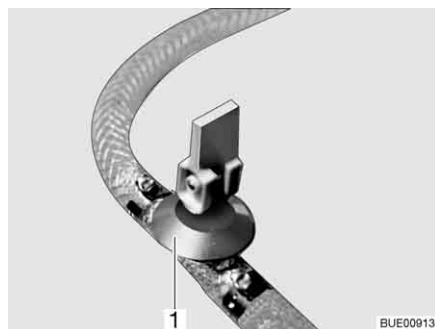
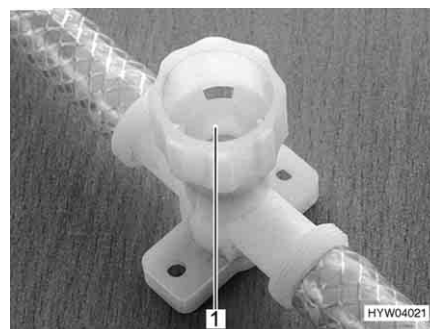

Bild 246 Ablasshahn (mit Kipphebel)
Bild 247 Ablasshahn (mit Drehkappe)
- Alle Ablasshähne öffnen. Dazu den Kipphebel des Ablasshahns (Bild 246, 1) senkrecht stellen oder die Kappe des Ablasshahns (Bild 247, 1) entgegen dem Uhrzeigersinn drehen.